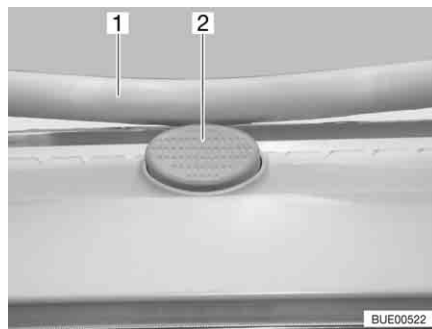

Fig. 68 Bottone di sicurezza sull'oblò Heki
- Premere il bottone di sicurezza (Fig. 68,2) e tirare verso il basso la staffa (Fig. 68,1) con entrambe le mani.
- Premere la staffa verso l'alto con ambedue le mani, finché la staffa non poggia al di sopra del bottone di sicurezza (Fig. 68,2).